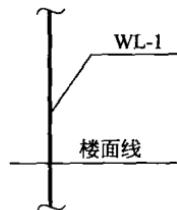

图 1-8 立管编号表示法
(2) 建筑物内穿越楼层的立管, 其数量超过一根时宜进行编号, 编号宜按图 1-8 的方法表示。
(3) 在总平面图中, 当给水排水附属构筑物的数量超过一个时, 宜进行编号。